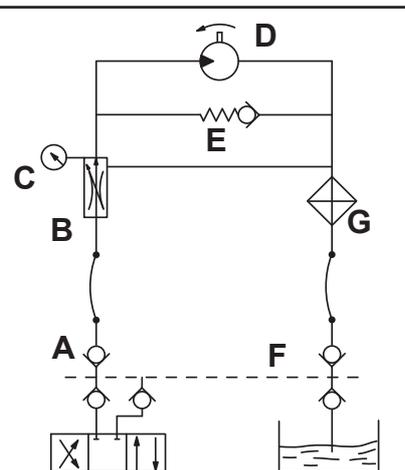
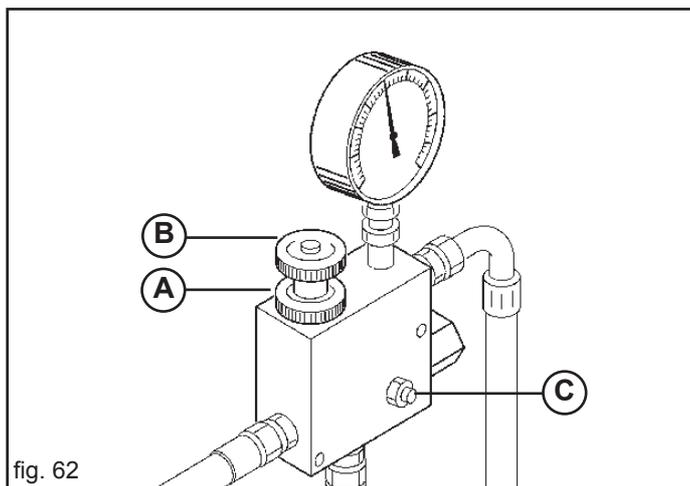

fig. 61
fig. 62
- **Ölversorgung:** Die Angaben der Übersichtszeichnung in Abb. 61 beachten. Die öldynamischen Schläuche unter Befolgen der an jedem Schlauch angebrachten Anleitungen korrekt an den Verteilern des Schleppers anschließen.
Bei abgeschaltetem Motor und sicher gebremstem Schlepper alle Schnellkupplungen einstecken. Den Motor starten und die Hydraulik einige Minuten lang bei Leerlaufdrehzahl betätigen. Den Druck dabei konstant halten, um Drehzahlchwankungen des Gebläses zu vermeiden. Den Druck erst regulieren, nachdem das Öl seine Betriebstemperatur erreicht hat und keine Drehzahlchwankungen des Gebläses mehr auftreten. Falls das Anbaugerät an verschiedenen Schleppern - daher also auch mit unterschiedlichen Steuergeräten und Ölsorten - betrieben wird, muß diese Einstellung an jedem Schlepper neu vorgenommen werden. Bei den Schleppern mit Verstellförderpumpe (geschlossener Hydraulikkreis) mit Öldurchsatzregler ist der 3-Wege-Regler (B Abb. 62) vollständig zu öffnen und bei niedrigem Öldurchsatz ist der interne Regler des Schlepperkreises dann schrittweise zu öffnen, bis der gewünschte Druck, der auf dem Manometer (C Abb. 61) angezeigt wird, erhalten wird.
Wenn man die Gebläseumdrehungen für die Verteilung von schwereren Samen erhöhen will, mit Vorsicht und Achtung wie folgt vorgehen (Abb. 62):
- Die Feststellnutmutter lockern (A Abb. 62);
- Regelventil (B Abb. 62) im Uhrzeiger- oder Gegensinn drehen um den Druck zu senken oder zu erhöhen und daher die Gebläseumdrehungen zu ändern.
Es ist für irgendwelchen Grund verboten die Höchstdruckventilschraube (C Abb. 62) zu verstellen, da sich die Einstellung der Anlage ändern würde und deshalb Motor, Pumpenbruch -oder Gebläse verursachen.